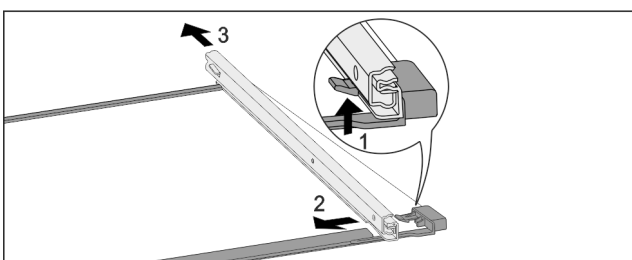

Fig. 180 Placa de sticlă cu șine
- ▶ Apăsăți în sus cârligul de blocare frontal. Fig. 180 (1)
- ▶ Îndepărtați șinele de extragere prin împingere în lateral Fig. 180 (2) și spre spate Fig. 180 (3).